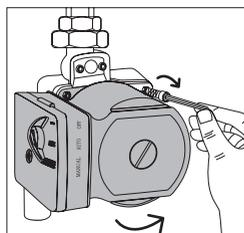

Fig. 16
3. Gire o motor 90 ° para ter acesso ao fluxostato e recoloque os parafusos [Fig. 16].